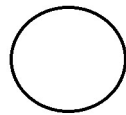

Рис. 1.70: Окружность
6. Запрограммируйте робота для движения по окружности (рисунок 1.70).